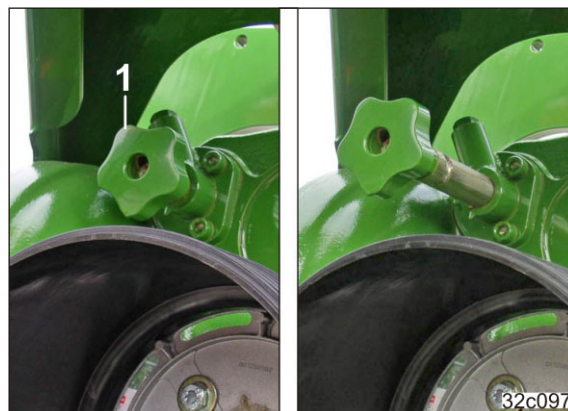

Рис. 32
- переключения передач с помощью рычага переключения (Рис. 32/1) в двухступенчатом редукторе;